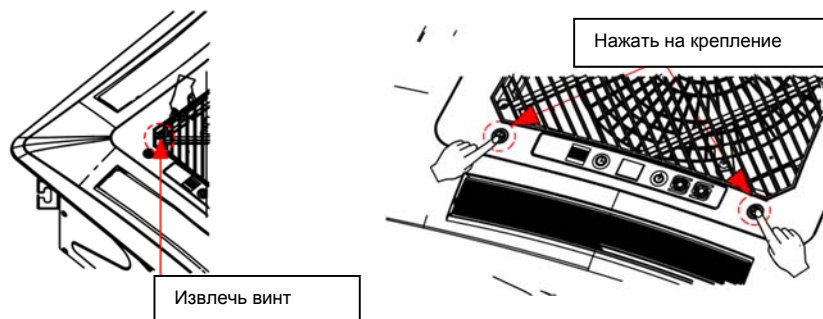

Рис.4.4.4
- (1) Снимите угловой колпачок панели, на одном из 4 углов есть отметка “piping side” («сторона трубы»), отрегулируйте направление панели так, чтобы отметка и крепления находились в одном углу, как показано на Рис.4.4.4.